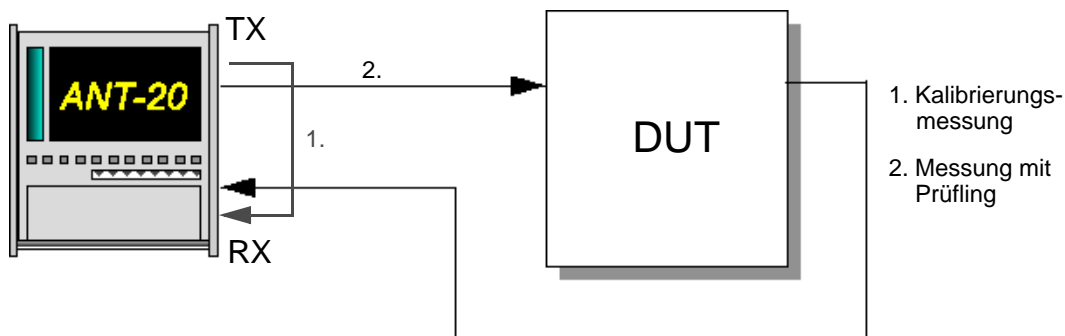

Bild A-9 Meßaufbau für Jitter Transfer Function-Messungen
**Tip:** Um die größtmögliche Genauigkeit zu erzielen, empfiehlt es sich, vor jeder JTF-Messung eine Kalibrierungsmessung durchzuführen (siehe Bild A-9).